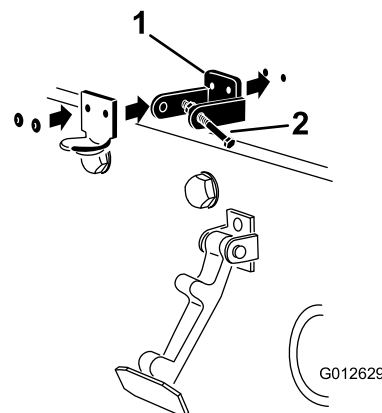

Figura 33
3. Mentre allineate i fori di montaggio, posizionate la staffa di bloccaggio CE e la staffa del fermo del cofano sul cofano. La staffa di bloccaggio deve essere contro il cofano (Figura 33). Non rimuovete il gruppo dado e bullone dal braccio della staffa di bloccaggio.
5. Rivettate le staffe e le rondelle al cofano (Figura 33).